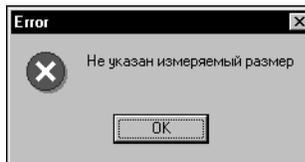

Рис. 10.12. Сообщение об ошибке
*В ряде случаев следует обязательно указать значение измеряемого размера, иначе приложение выдаст сообщение об ошибке (рис. 10.12).*